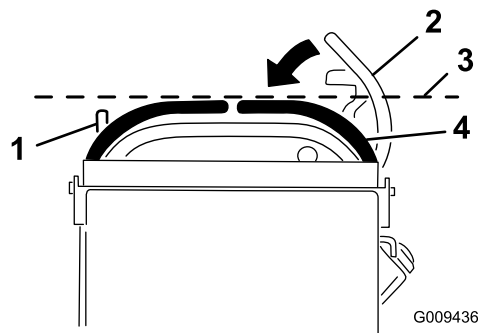

Figure 75
3. Abaissez les leviers de commande de déplacement pour quitter la position de BLOCAGE DU POINT MORT (Figure 75).
4. Vérifiez que le levier de commande de déplacement droit s'aligne horizontalement sur le levier de commande de déplacement gauche (Figure 75).